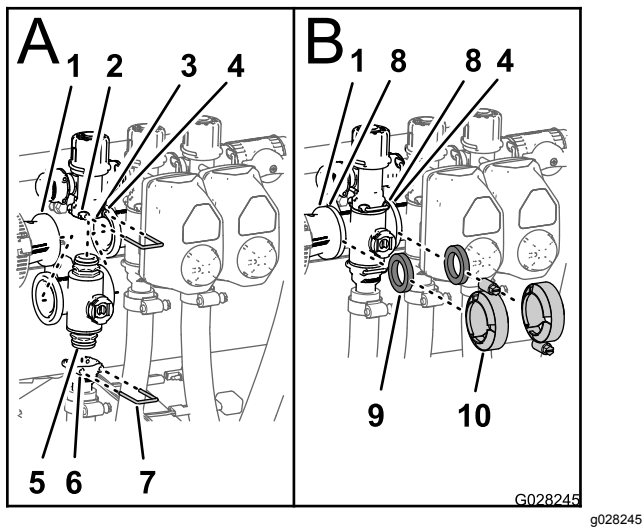

Figura 78
1. Insira a união do tampão superior da válvula do coletor na união da distribuição (Figura 78 A).
2. Prenda a união do tampão à união da distribuição ao inserir uma fixação na entrada da união da distribuição (Figura 78 A).
3. Monte a união de saída na união do tampão inferior da válvula do coletor (Figura 78 A).
4. Prenda a união do tampão à união de saída ao inserir uma fixação na entrada da união de saída (Figura 78 A).
5. Alinhe uma junta entre as flanges do acoplador de redução e do coletor da válvula de secção (Figura 78 B).
6. Monte o acoplador de redução, junta e coletor da válvula de secção com uma braçadeira e aperte bem à mão (Figura 78 B).
7. Se instalar as duas válvulas de secção mais à esquerda, alinhe uma junta entre as flanges dos dois coletores da válvula de secção adjacentes (Figura 78 B).
8. Monte os dois coletores da válvula de secção adjacentes e a junta com uma braçadeira e aperte bem à mão (Figura 78 B).